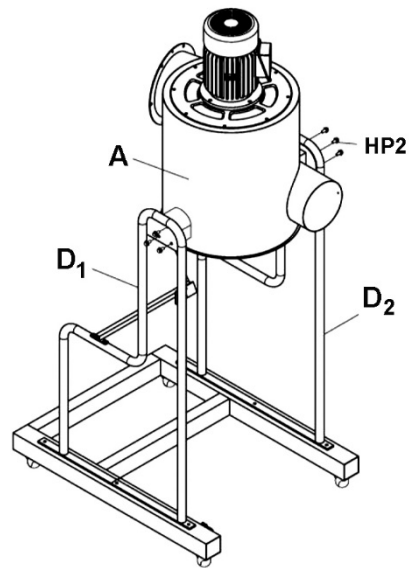

Abbildung 5
6. Das Hauptgehäuse (A) zwischen dem linken und dem rechten Ständer (D₁, D₂) anordnen und mit sechs Flanschkopfschrauben (HP2) sicher befestigen. Siehe Abbildung 5.